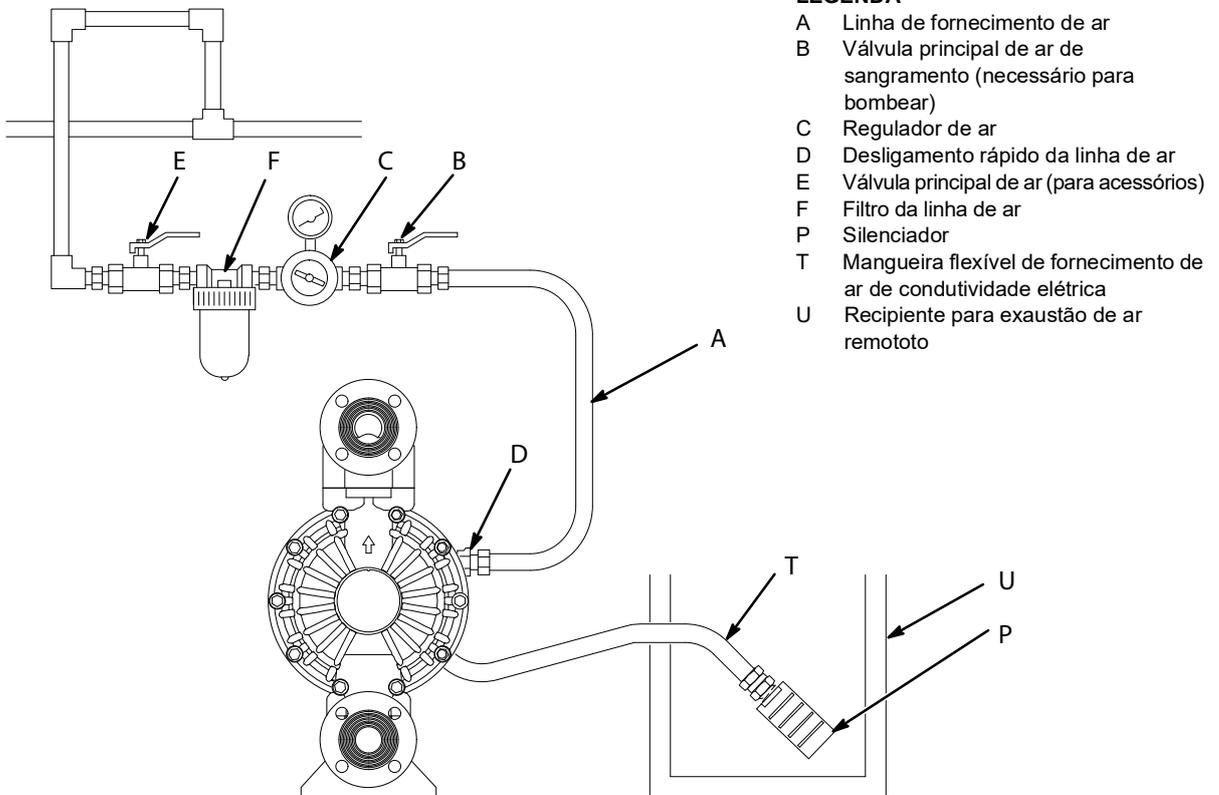

Fig. 6.
Uma falha do diafragma fará com que o líquido seja bombeado para o exaustor com o ar. Coloque um recipiente adequado no final da linha de exaustão de ar para apanhar o líquido. Ver Fig. 6.
1. Retire o silenciador (P) da porta de exaustão de ar da bomba.
2. Instale um mangueira de exaustão ar eletricamente condutora (T) e ligue o silenciador (P) à outra extremidade da mangueira. O tamanho mínimo para a mangueira de exaustão do ar é de 3/4 pol. (19 mm) ID. Se a mangueira for maior que 15 pés (4,57 m) é necessário utilizar uma mangueira de maior diâmetro. Evite arestas cortantes ou dobras na mangueira. Ver Fig. 6.
3. Coloque um recipiente (U), no final da linha de saída de ar para apanhar líquido, em caso de rutura do diafragma.